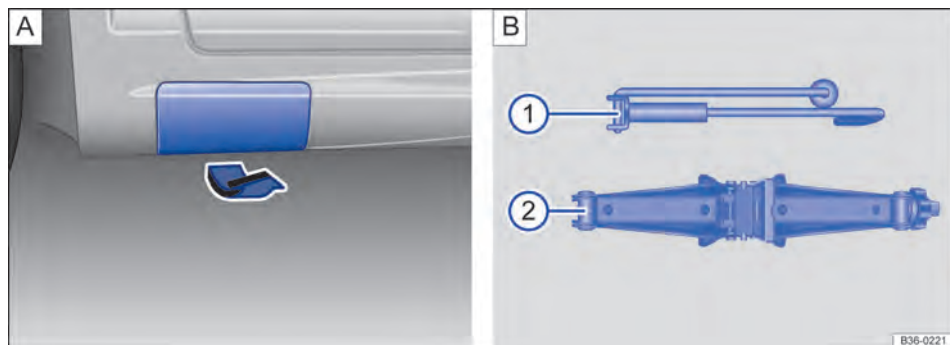

Fig. 280 A) Atrás no lado esquerdo do veículo: rebater a cobertura. B) Componentes do macaco sanfona.
O macaco pode ser colocado somente nos pontos de recepção do macaco mostrados e somente com a cobertura aberta → Fig. 280 A). Deve ser considerado o ponto de apoio localizado junto à roda correspondente → ⚠.
6. Encaixar a manivela manual → Fig. 280 B) ① no macaco sanfona → Fig. 280 B) ②.
7. Procurar sob o veículo o ponto de apoio do macaco → Fig. 280 mais próximo da roda a ser trocada.
8. Retirar a cobertura da soleira lateral → Fig. 280 A): para isso, puxar com força, mas com cuidado, na direção da seta. A cobertura é fornecida com uma cinta de fixação.